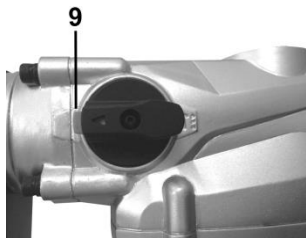
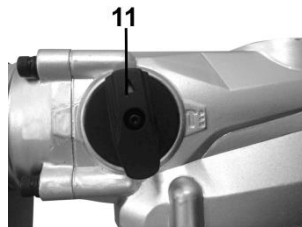

Рисунок 2-1
Рисунок 2-3
- Ударный режим (режим долбления)– переключатель (4) в положении  (положение (9), рисунок 2-1). Рекомендации: Долбежные работы в кирпиче, бетоне и камне.
- Изделие также имеет функцию изменения и фиксации положения плоскости долота (штрабника) (положение (11), рисунок 2-3) при последующем переключении в положение «Ударный режим» (положение (9), рисунок 2-1).
- Установить переключатель **(4)** в положение **(11)**, рисунок 2-3 (в этом положении переключатель не фиксируется).
- Установить переключатель **(4)** в положение **(9)**, рисунок 2-1 (ударный режим). В этом положении происходит фиксация угла наклона установленной насадки.